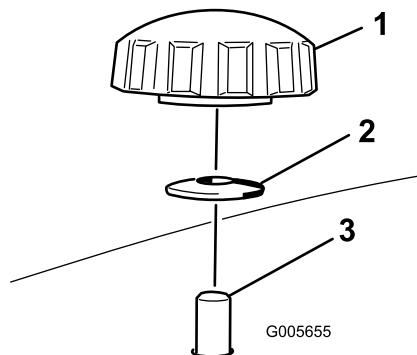
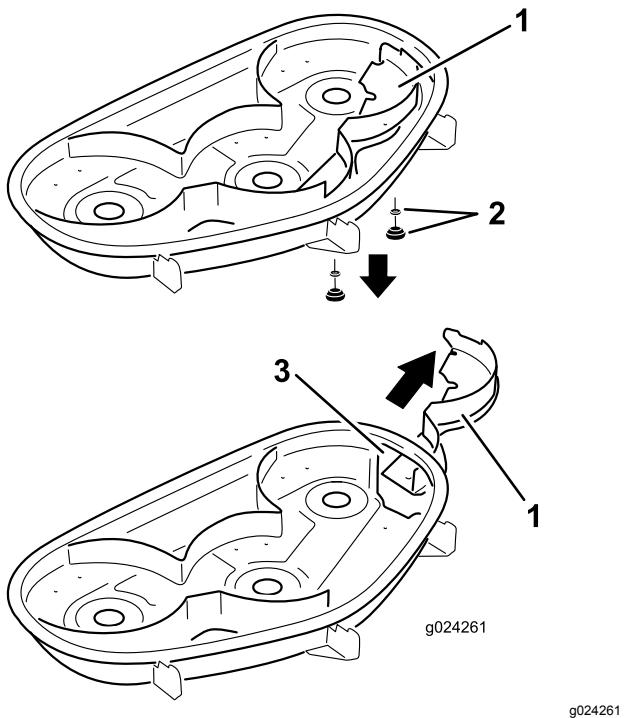

Figure 16
Figure 17
- Retirez les 2 boutons et rondelles bombées qui fixent le déflecteur droit au plateau de coupe (Figure 16).
- Déposez le déflecteur droit et abaissez le déflecteur d'herbe sur l'ouverture d'éjection, comme montré à la Figure 16 et la Figure 17.
5. Insérez le déflecteur droit sous le plateau de coupe et fixez-le en place avec 2 boutons et les rondelles bombées (face concave vers le plateau de coupe) comme montré à la Figure 16 et la Figure 17.